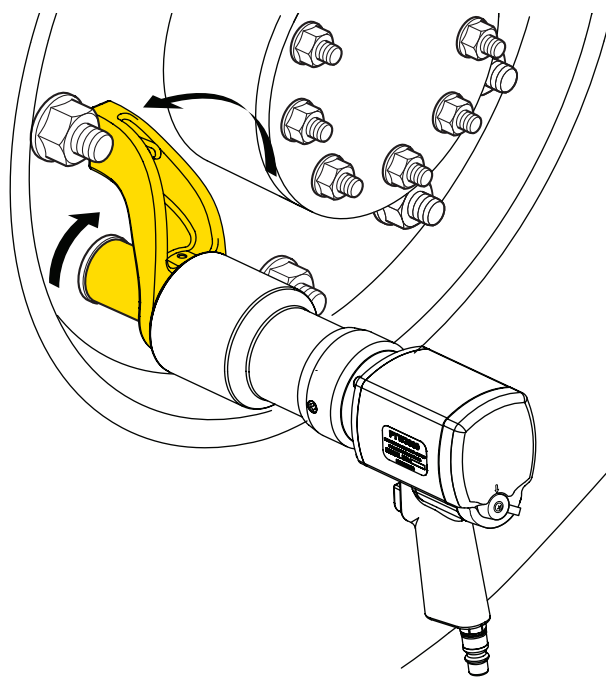

図8
9. 図8は、スクエアドライブが時計回りに回転する際のリアクションアームの位置を示しています。
11. ファスナーを締め付ける(時計回り方向にトルクをかける)には:調整レバーが「F」の位置になっており、リアクションアームが図8の位置になっていることを確認します。その後、トリガーを完全に押し込み、レンチが失速するまで押したままにします。